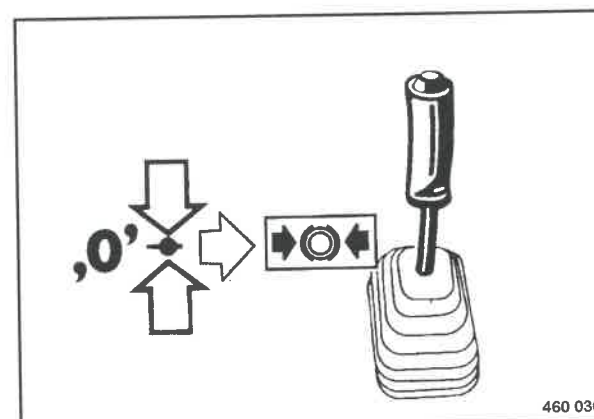

Fig. 59
- Porre la leva di marcia a destra nella posizione freno di stazionamento (Fig. 59).